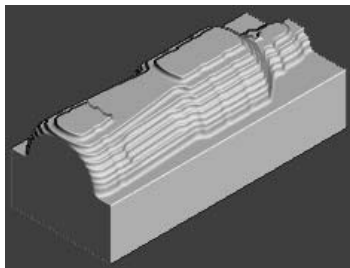

图 4-21 仿真加工结果
2) 在“仿真”工具栏的“当前刀具路径”下拉列表中选择要模拟的刀具路径 rough，然后单击“执行”按钮, 系统开始自动仿真加工，仿真加工结果如图 4-21 所示。